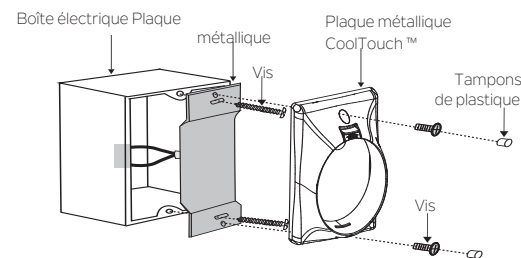

Fig. 27
Étape 2. Installer la plaque métallique et la plaque murale CoolTouch™ sur la boîte électrique murale à l'aide des 4 vis fournies. Placer ensuite les deux tampons de plastique dans la plaque murale. (Fig. 27)